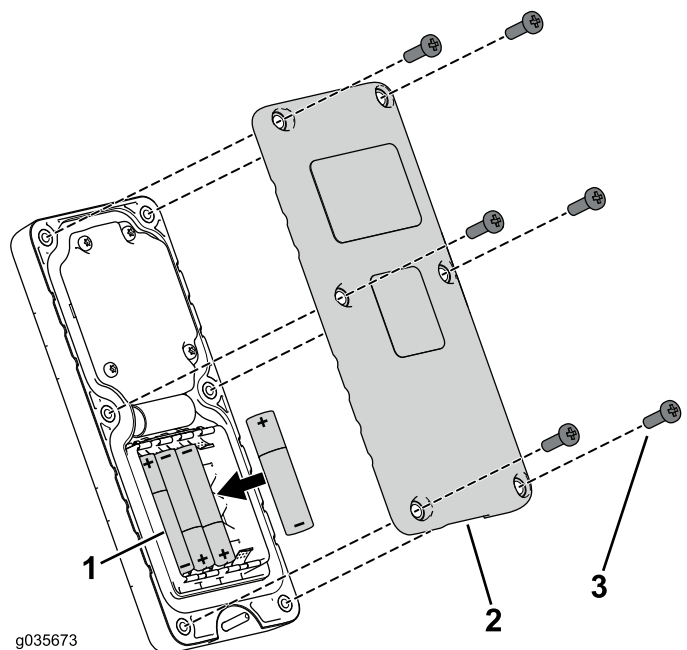

Figura 32
1. Retire os seis parafusos da parte posterior do comando à distância e retire a cobertura (Figura 32).
5. Coloque a cobertura e prenda-a com os seis parafusos previamente removidos (Figura 32) e aperte-os com uma força de 1,5 a 1,7 N m.